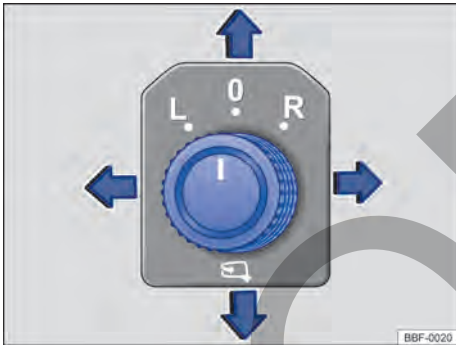

Fig. 78 En la puerta del conductor: mando giratorio de ajuste de los espejos retrovisores exteriores eléctricos.
- Girar el mando giratorio en la puerta del conductor hasta el símbolo deseado → fig. 78.